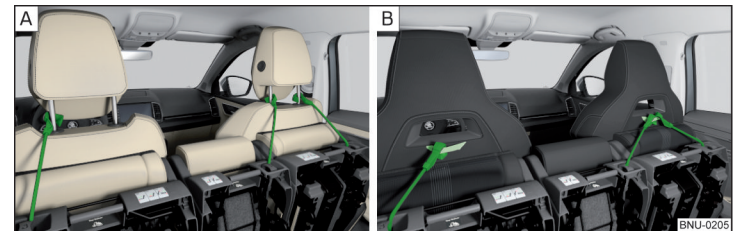

Abb. 92 Hochgeklappte Sitze verriegeln
- › Hochgeklappte Sitze mit dem Befestigungsgurt an der Führungsstange der Kopfstütze vorn verriegeln » Abb. 92 - **A**.
- › Bei Sitzen mit integrierter Kopfstütze den Gurt an der Schlaufe an der Rückseite der Sitzlehne befestigen » Abb. 92 - **B**.